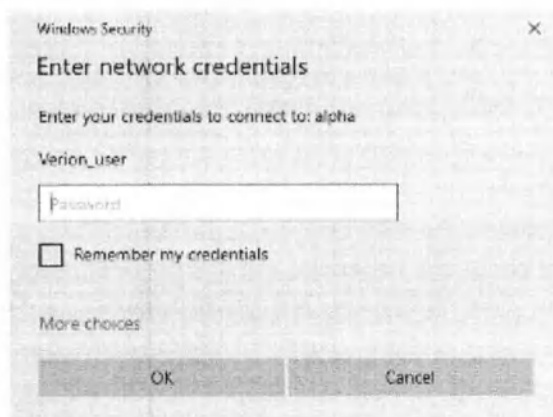

Рисунок 49. Имя пользователя сети и пароль для входа в систему
- Отобразится окно для ввода учетных данных для сетевого домена или сервера (Рисунок 49).